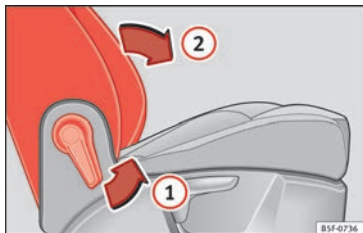

Fig. 148 Asiento del acompañante: palanca para abatir el respaldo.
- Tire de la palanca ① » » fig. 148 y empuje el respaldo hacia adelante ② de forma que el respaldo quede en posición horizontal.